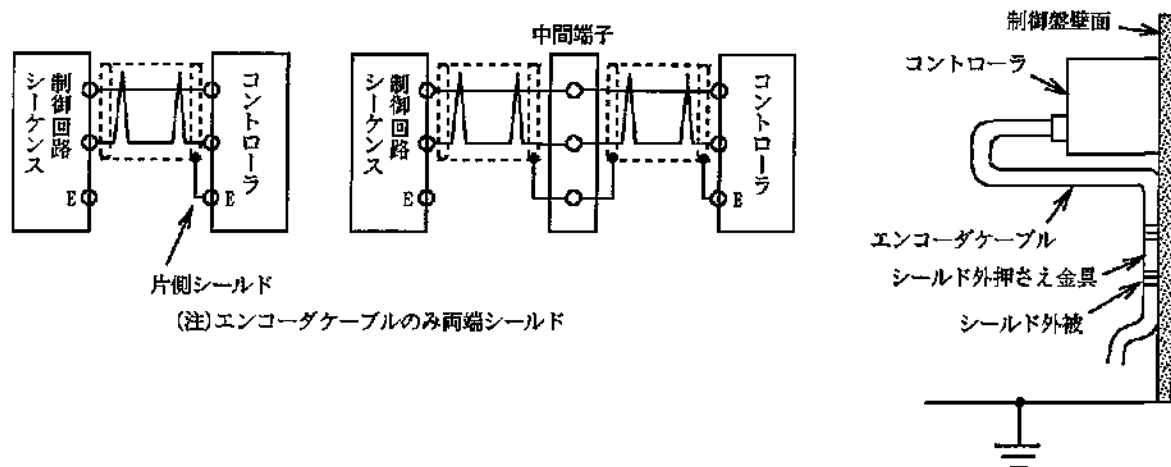

図4-3 シールド外被の処理
- (1) シールド外被は、確実にコントローラコネクタのシールドアース接続端子に接続し、もう一方の端は開放して下さい。（図4-3 左図）
- (2) シールド線は極力中継しないで下さい。中継する場合には、中継端子部のシールド接続を確実に行って下さい。（図4-3 中央図）
- (3) エンコーダフィードバック信号用ケーブルについては、両端をコントローラコネクタ及びエンコーダコネクタの各シールドアース接続端子に接続して下さい。特にノイズ環境が悪い場合には、コントローラの近距離でエンコーダケーブルのシース（ビニール）を剥し、シールド外被を直接制御盤に接地する事がより効果的です。但し、コントローラケースを取付ける壁面を制御盤のアース端子と同電位にして下さい。また、壁面とコントローラケース間にゴム等の絶縁物を入れないで下さい。（図4-3 右図）